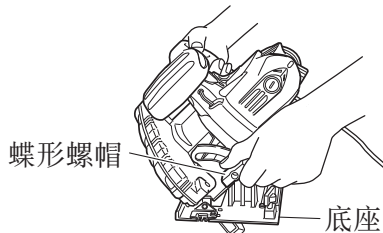
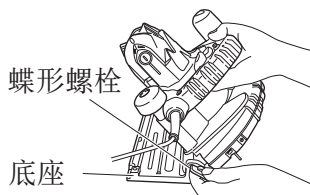
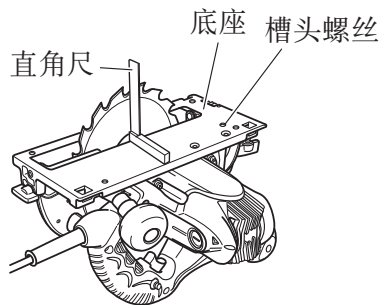

图 5
图 6
图 15
如图 5、图 6 所示拧松斜规上的蝶形螺帽和底座上的蝶形螺栓，根据底座的情况，锯片可能倾斜至 45 度的最大角度。完成调整之后，确认蝶形螺帽和蝶形螺栓是否拧紧。
- (1) 将底座转向上方 (图 15) 并拧松蝶形螺栓 (第 9 页的图 5, 6)。
- (2) 将一把直角尺放在底座和锯片上, 用槽头螺丝刀转动一字沟槽固定螺丝, 移动底座的位置以形成所需的正确角度。